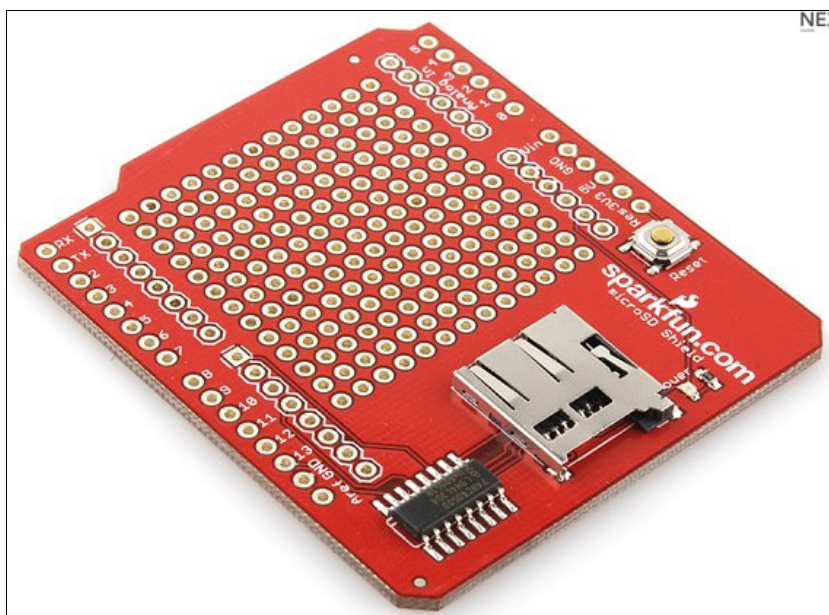

Рис. 3.4. MicroSD Shield
- **MicroSD Shield** (рис. 3.4) — обеспечивает запись данных на карты microSD;